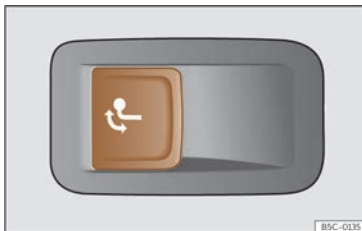

Fig. 203 Sur le côté gauche du coffre à bagages : touche pour déverrouiller le crochet d'attelage.
- Tirez la touche >>> **fig. 203** brièvement. Le crochet d'attelage se déverrouille électriquement et tourne automatiquement vers l'extérieur. Le témoin de la touche clignote.
- Tirez la touche >>> **fig. 203** brièvement. Le crochet d'attelage se déverrouille électriquement.
- N'appuyez jamais sur la touche >>> **fig. 203** lorsqu'une remorque est accrochée ou qu'un porte-bagages ou d'autres accessoires sont montés sur l'attelage.